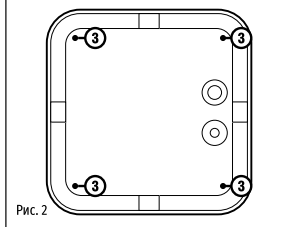

Рис. 2
- Наметьте место **3** будущей установки светильника и просверлите 4 отверстия (расположение монтажных отверстий обозначено на Рис. 2).